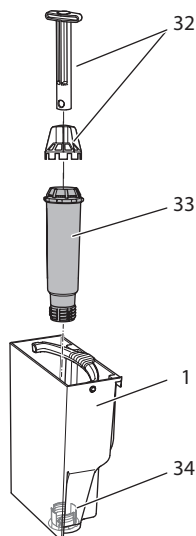

Fig. 19: Vissage/dévisage du filtre à eau
- Retirer la cartouche filtrante à eau (voir Fig. 19 à la page 78).
9. Mettre un nouveau filtre en place dans le réservoir d'eau (voir Fig. 19).
3. Retirer le filtre à eau (voir Fig. 19).